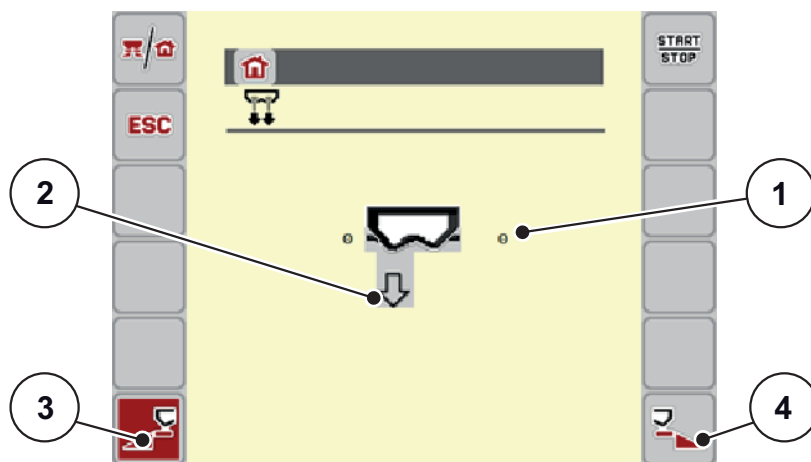

Bild 4.13: Meny Snabbtömning
- ▷ I displayen visas selekterad spridningssida som symbol (Bild 4.13, Position [2]).